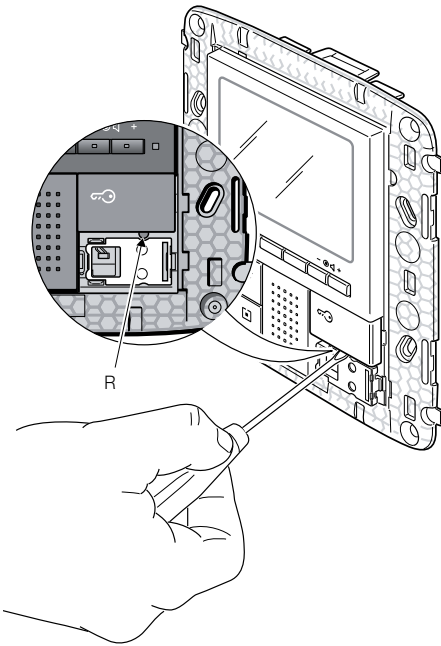

Figura 10
- Premere brevemente, mediante un cacciavite o un piccolo utensile, il pulsante **R** posto al di sotto del **tasto D** (figura 10);